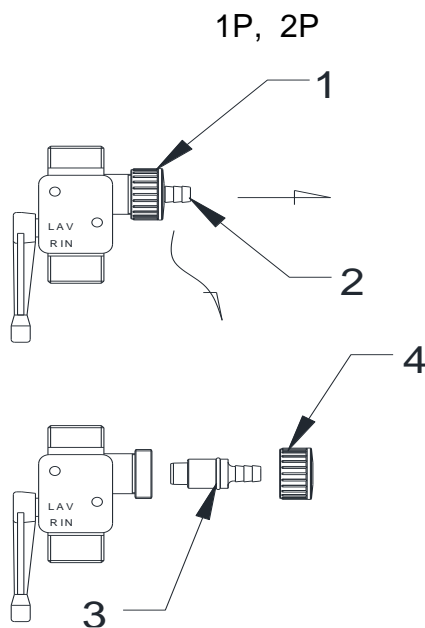
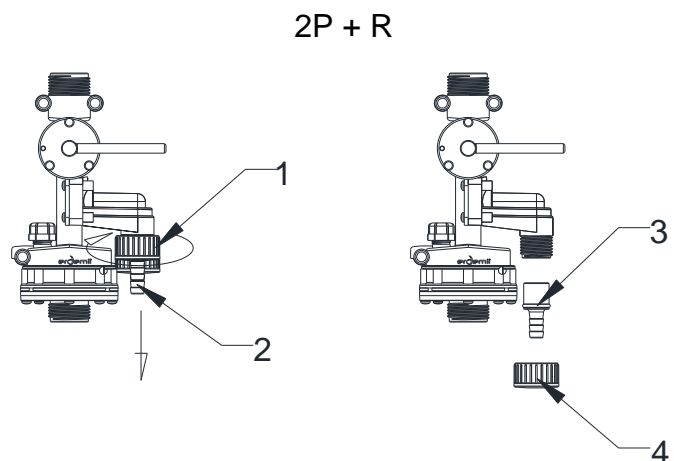

Abb. 4
Abb. 5
- Dévisser l'écrou (rep1 Fig. 4 et Fig. 5).
- Tirer sur la queue cannelée (rep2 Fig. 4 et Fig. 5).
- Mouiller le joint (rep3 Fig. 4 et Fig. 5).
- Revisser l'écrou (rep4 Fig. 4 et Fig. 5).
- *Unscrew the nut (mark1 Fig. 4 and Fig. 5).*
- *Pull on the fluted tail (mark2 Fig. 4 and Fig. 5).*
- *Wet the seal (mark3 Fig. 4 and Fig. 5).*
- *Screw in the nut (mark4 Fig. 4 and Fig. 5).*
- *Tire la espiga acanalada (marca 2 Fig. 4 y Fig. 5).*
- *Moje el sello (marca 3 Fig. 4 y Fig. 5).*
- *Atornillar la tuerca (marca 4 Fig. 4 y Fig. 5).*
- *Lösen Sie die Mutter (Markierung 1, Abb. 4 und Abb. 5).*
- *Ziehen Sie den gerillten Stecknippel heraus (Markierung 2, Abb. 4 und Abb. 5).*
- *Befeuchten Sie die Dichtung (Markierung 3, Abb. 4 und Abb. 5).*
- *Schrauben Sie die Mutter fest an (Markierung 4, Abb. 4 und Abb. 5)*